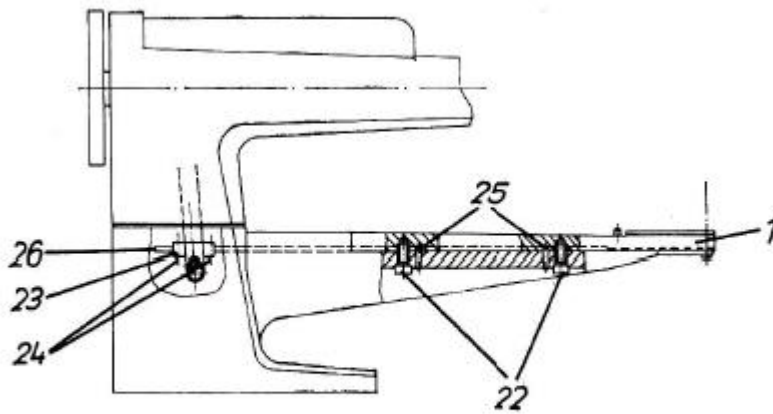

Fig. 5
7. Комплектная замена рукава машины (рис. 5 и 6):
8. Установка новой зубчатой рейки (рис. 5) :